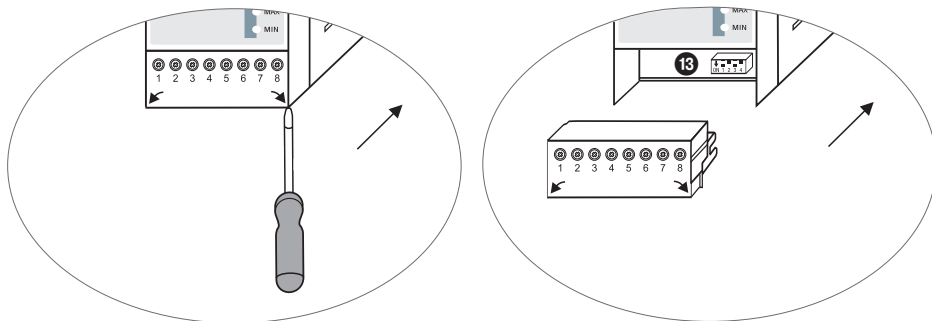

Fig. 5
- **Untere Klemmleiste abziehen. Fig. 5**